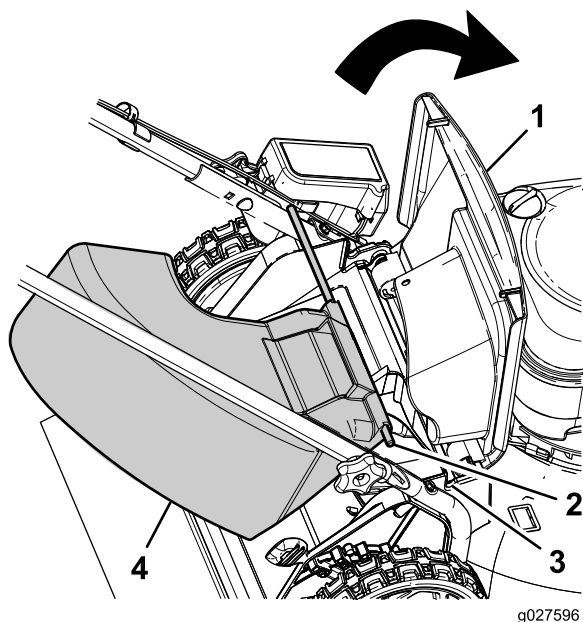

Figura 20
1. Levante el deflector trasero (Figura 20).
2. Introduzca los extremos de la varilla del conducto de descarga lateral en las muescas de los soportes del manillar (Figura 20).